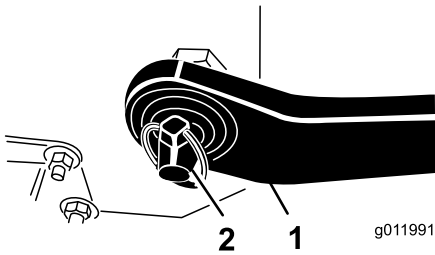

Figure 3
4. Insérez les bras de liaison inférieurs droit et gauche sur les goupilles d'attelage (Figure 3).
5. Fixez les bras de liaison inférieurs aux goupilles d'attelage de l'aérateur avec des goupilles à anneau (Figure 3).